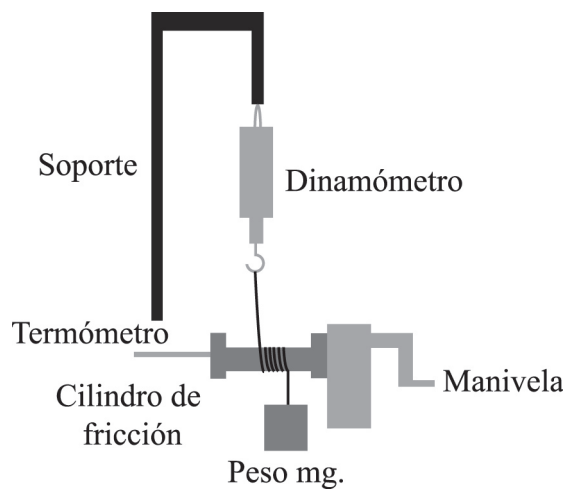

Figura 7.1: Montaje del equipo para apreciar el equivalente mecánico del calor
1. Monte el equipo como se muestra en la figura 7.1.